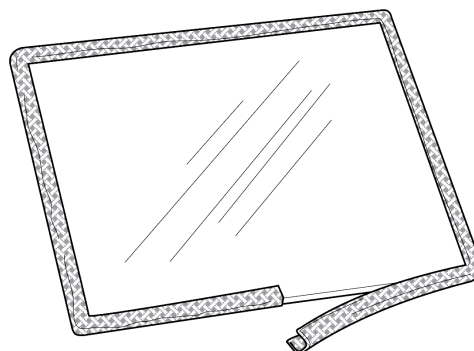

Figure 32. Enveloppez le joint d'étanchéité autour de la vitre.
5. Retirez l'ancien joint d'étanchéité et tout résidu de l'ancien joint. Voir fig. 32.
1. Enveloppez uniformément les bords de la vitre avec le nouveau joint d'étanchéité, en pelant la bande protectrice pour exposer la face adhésive au fur et à mesure. Voir fig. 32. Appuyez la face adhésive sur la surface de la vitre. N'étirez pas le joint d'étanchéité.